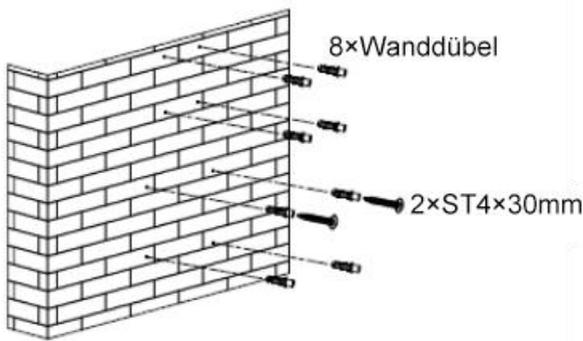

Bild 2
4. Nachdem Sie die Installationshöhe der Dunstabzugshaube bestimmt haben, bohren Sie acht ϕ 8-Löcher und setzen Dübel für die Haube, den Innenkaminhalter und das Sicherheitsloch entsprechend der Haubengröße ein. Bringen Sie dann zwei Befestigungsschrauben ST4×30mm an der Wand an. Achten Sie darauf, dass die Dunstabzugshaube waagrecht ausgerichtet ist und ein Abstand von 2-3 mm zwischen den Schrauben und der Wand zum Aufhängen der Haube eingehalten wird. Siehe Bild 2.